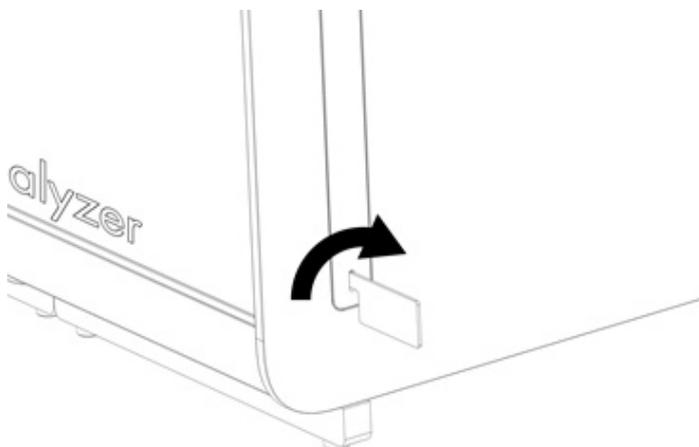

Figure 13. Retrait des capots de protection.
- 1e. Retirez les capots de protection sur le côté du module analytique, où sera fixé le module analytique supplémentaire (figure 13).